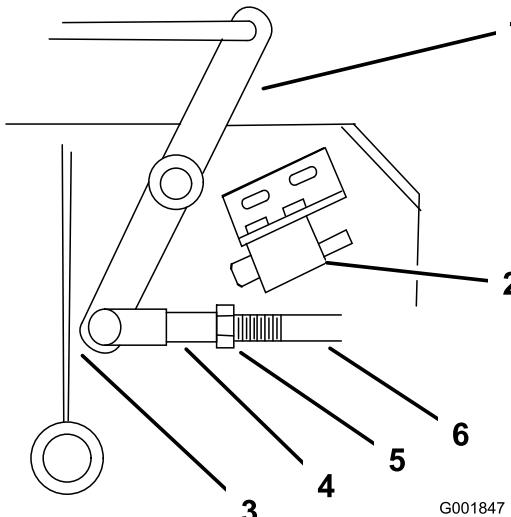

Figure 42
4. Ajustez la longueur de la timonerie de sorte que l'extrémité la plus basse du levier coudé passe juste le renfort de support de l'essieu (Figure 42).
9. Desserrez l'écrou contre la chape (Figure 42).